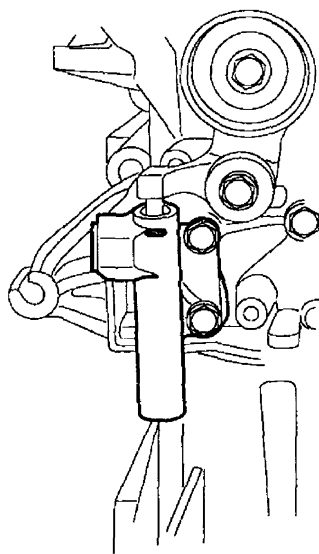

图 31-43 安装正时带张紧器
① 使用手动压力机, 慢慢压进气门推杆。
② 对齐气门推杆和外壳孔。通过孔用定位销来定位气门推杆的定位位置。
③ 释放手动压力机。
6) 如图 31-43 所示, 安装正时带张紧器, 将张紧器的螺栓紧固至 $20 \sim 27 \text{ N} \cdot \text{m}$ 。